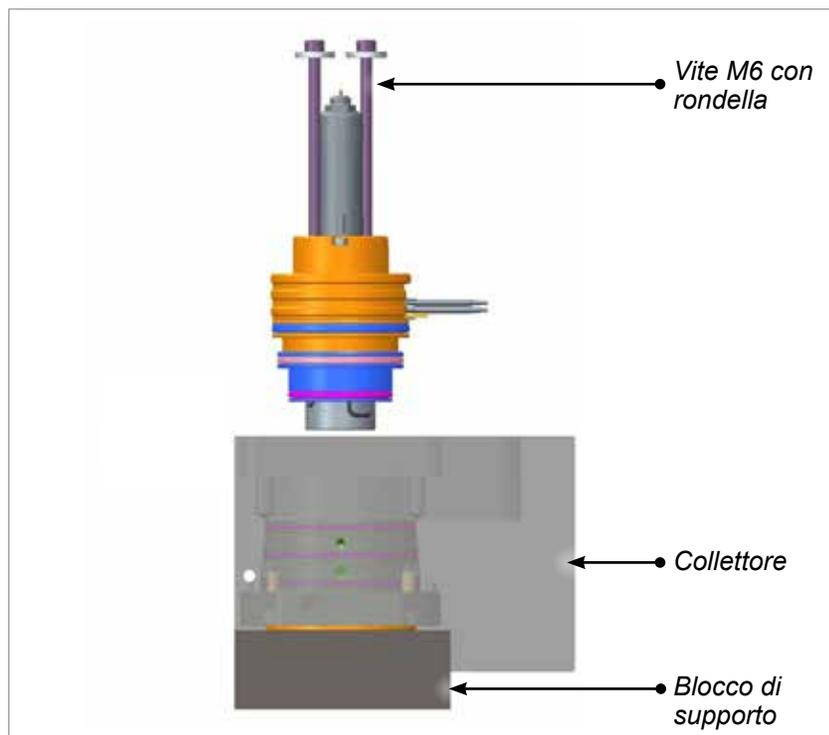

Figura 11-22 Blocco di supporto, piastra del collettore e unità Slimstack
3. Posizionare un collettore o un blocco di supporto sotto la piastra del collettore per supportare l'unità Slimstack da assemblare. Vedere la Figura 11-22.